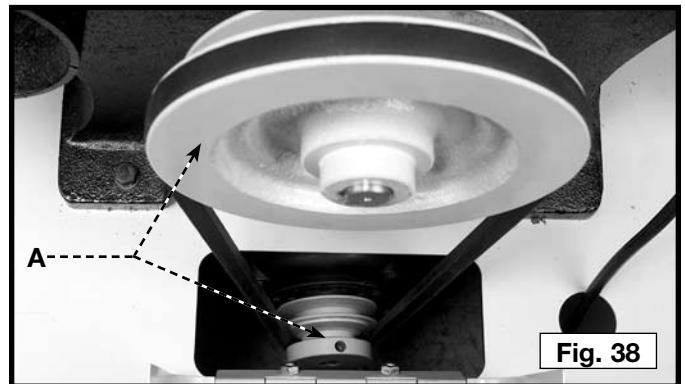

Fig. 38
2. Soulever le moteur, placer la courroie sur le gradin voulu des poulies (A) fig. 38, et redéposer le moteur.